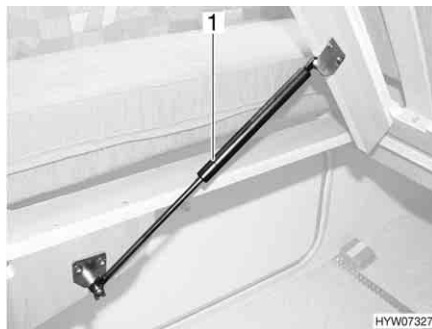

Bild 99 Festes Bett
- Lattenrost anheben. Die Gasdruck-Federn (Bild 99,1) halten den Lattenrost in geöffneter Stellung.